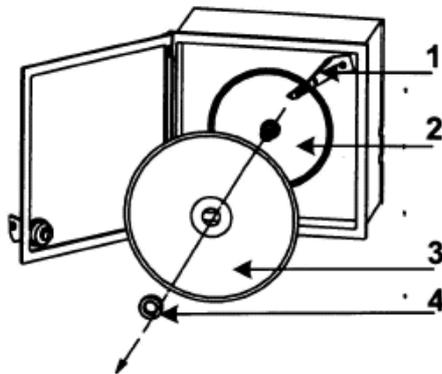

Bild 11
5.4.1 Ersetzung des Diagramms (Bild 11)